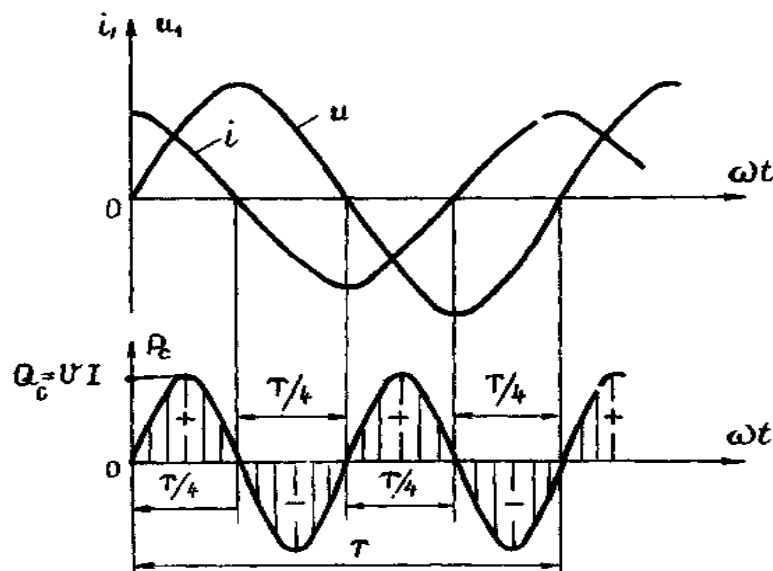

Рис. 8. Графики изменения тока  $i$ , напряжения  $u$  и мощности  $p_C$  для цепи с емкостью
Из выражения (16) видно, что мгновенная мощность в цепи с емкостью изменяется также по синусоидальному закону с двойной частотой  $2\omega$ . На рис. 8 показаны графики изменения тока  $i$ , напряжения  $u$  и мощности  $p_C$  для цепи с емкостью.
Эта величина равна максимальному значению мгновенной мощности в цепи с емкостью (рис. 8).